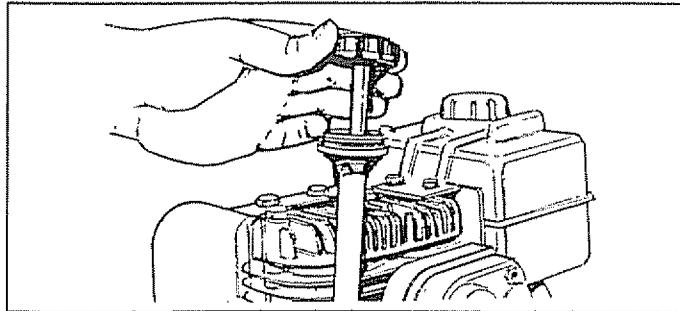

FIG. 13
- Limpie el área alrededor del llenado de aceite y retire la varilla de medición (Fig. 13)